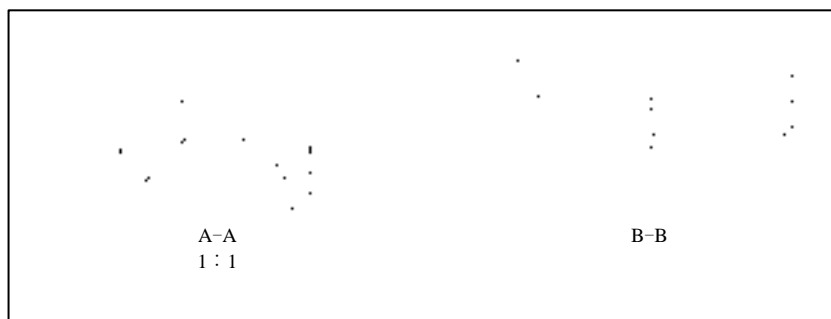

图 3.12.17 创建全、半剖视图
本范例简单地介绍了创建全、半剖视图的过程。创建全、半剖视图的关键在于创建好对应的剖截面，显然，在模型中创建剖截面是最简单的方法。本范例的工程图如图 3.12.17 所示。
Stage5. 创建图 3.12.17 所示主视图的全剖视图和左视图的半剖视图
Step12. 至此，图 3.12.17 所示的全剖和半剖视图创建完成，保存工程图。